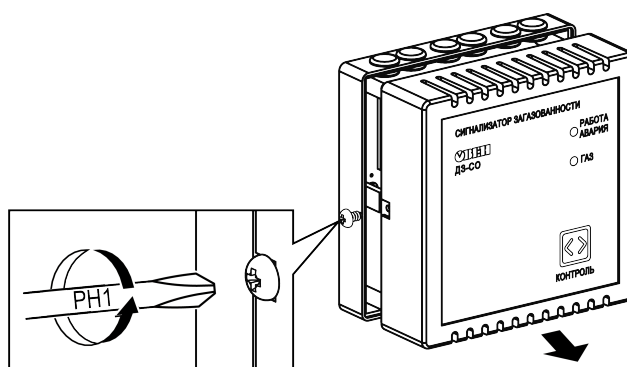

Рисунок 6.1 – Схема демонтажа крышки прибора
Для доступа к переключателям необходимо открутить винт крепления крышки и снять её (см. рисунок 6.1).
1. Открутить блокировочный винт и снять крышку с сигнализатора (см. рисунок 6.1).